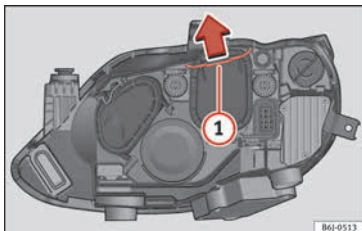

Abb. 99 Doppelscheinwerfer.
- Verschieben Sie die Strebe » Abb. 99 ① in Pfeilrichtung und nehmen Sie die Abdeckung ab.